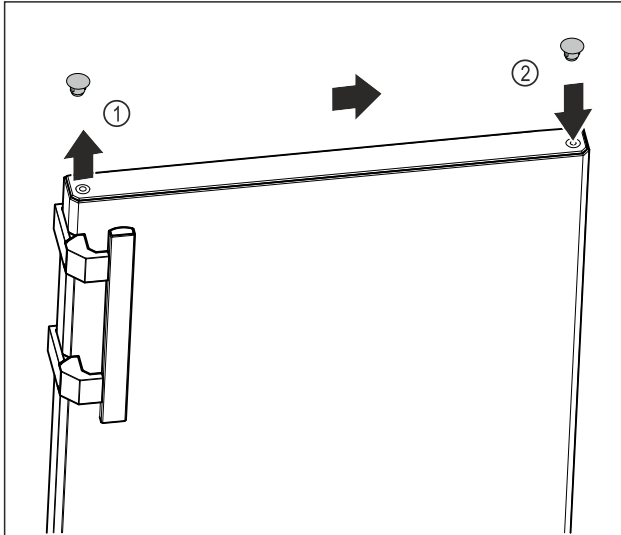

Fig. 13
- ▶ Óvatosan emelje le az ajtó felső oldalán a fedődugót Fig. 13 (1) egy lapos csavarhúzóval.
- ▶ Helyezze fel a fedődugót a másik oldalon. Fig. 13 (2)